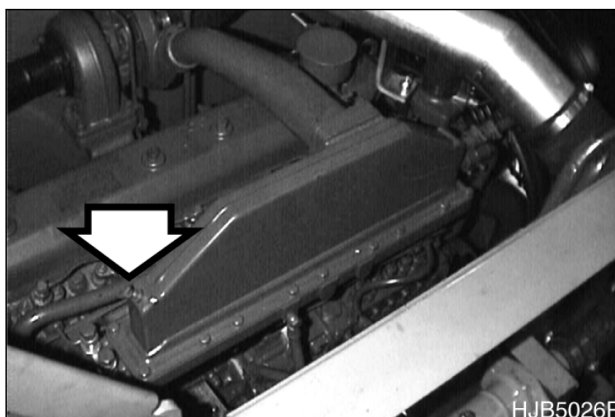

Рис. 75
3. Откройте вентиляционное отверстие (рис. 75) промежуточного охладителя.
ПРИМЕЧАНИЕ: При заполнении двигателя промывочным раствором открыть вентиляционное отверстие (рис. 75) промежуточного охладителя, чтобы выпустить воздух. При появлении охлаждающей жидкости закрыть отверстие.
ПРИМЕЧАНИЕ: При заполнении двигателя охлаждающей жидкостью открыть вентиляционное отверстие (рис. 75) промежуточного охладителя, чтобы выпустить воздух. При появлении охлаждающей жидкости закрыть отверстие.